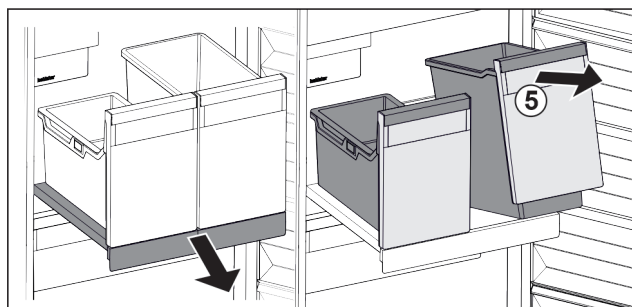

Fig. 80
- ▶ Nadvihnite nádobu Fig. 80 (5) vpredu.